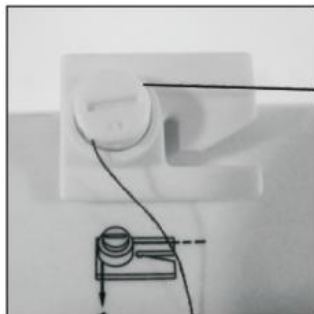

Fig. 12
2. Provucite nit kroz naponski disk navijača na vrhu stroja (Fig. 12).